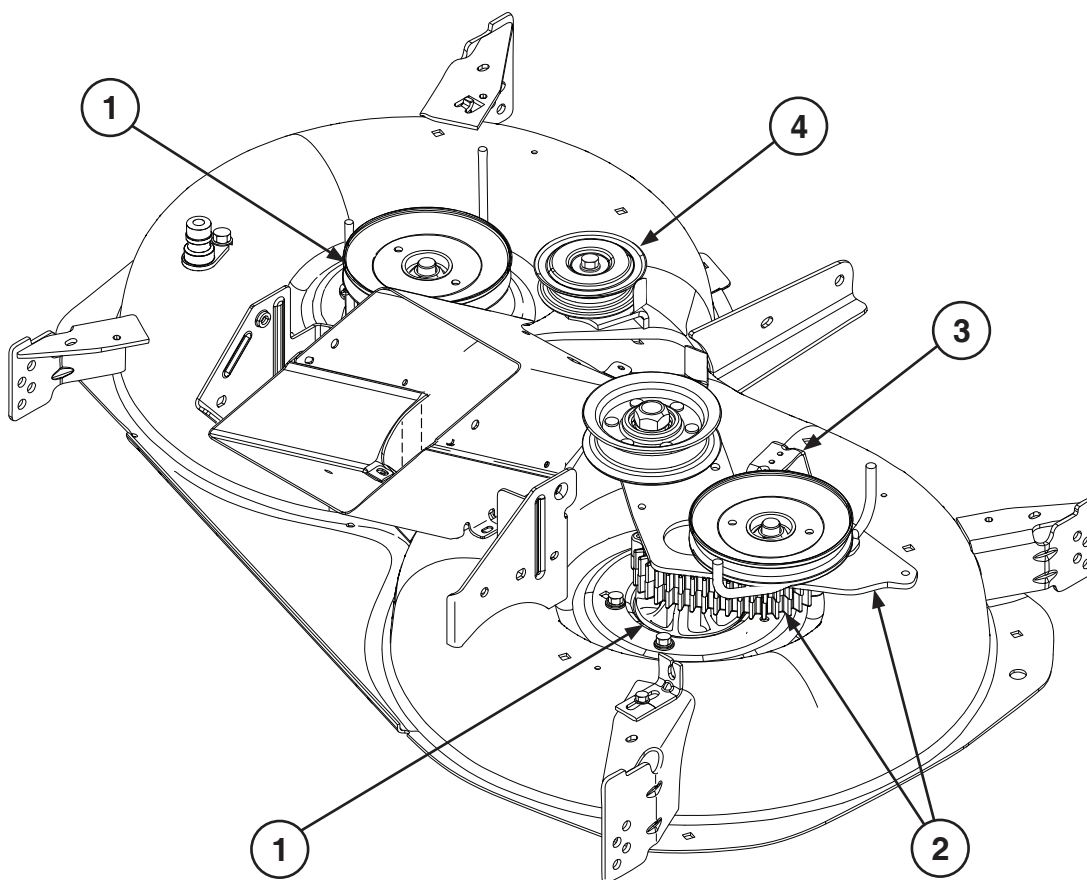

Fig. 1
- (SE) 1. Ta bort klippaggregatet från enheten (se traktorns bruksanvisning).
- (NO) 1. Fjern klippeaggregatet fra enheten (Se bruksanvisningen for hagetraktoren).
- (DK) 1. Fjern klippeudstyret fra enheden (se brugervejledningen til din traktor).
- (FI) 1. Irrota leikkuulaite yksiköstä (lisätietoja traktorin käyttöohjeessa).
- (PT) 1. Retire a plataforma do corta-relva da unidade (consulte o manual do proprietário do seu trator).
- (GR) 1. Αφαιρέστε το πλαίσιο του χλοοκοπτικού από τη μονάδα (Ανατρέξτε στο Εγχειρίδιο κατόχου του τρακτέρ σας).
- (SE) 2. Ta bort båda spindlarna och remskivorna (1). Ta bort växellådsenheten och spännarmen (2). Skär av hållaren på höger sida (3), om det finns någon. Ta bort det fasta spännhjulet på vänster sida (4) (bild 1).
- (NO) 2. Fjern begge spindler og snorhjul (1). Fjern girkassen og strammearmen (2). Klipp av braketten på høyre side hvis montert (3). Fjern den stasjonære remskiven på venstre side (4) (Fig. 1).
- (DK) 2. Fjern begge klingedorne og remskiver (1). Afmonter gearkasse og strammearm (2). Skær beslaget på højre side af, hvis der er et (3) Fjern den stationære styreremskive på venstre side (4) (fig. 1).
- (FI) 2. Irrota lyöntiholkit ja välipyörät (1). Irrota vaihdelaatikkokokoonpano ja kiristysvarsi (2). Leikkaa mahdollinen kannatin oikealta puolelta (3) Irrota kiinteä välipyörä vasemmalta puolelta (4) (kuva 1).
- (PT) 2. Retire os mandris e as polias (1). Retire o conjunto da caixa de velocidades e o braço de tensão (2). Corte no suporte do lado direito, se equipado (3) Retire a polia intermediária imobilizada do lado esquerdo (4) (Fig. 1).
- (GR) 2. Αφαιρέστε τα δύο μανδρέλια και τις τροχαλίες (1). Αφαιρέστε το συγκρότημα του κιβωτίου ταχυτήτων και τον βραχίονα τάνυσης (2). Κόψτε το στήριγμα στη δεξιά πλευρά, αν υπάρχει (3). Αφαιρέστε τη σταθερή άεργη τροχαλία στην αριστερή πλευρά (4) (Εικ. 1).